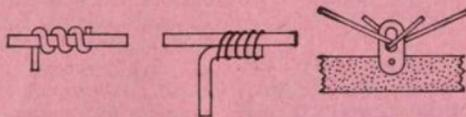

FIG. 1
d) dans le cas de la jonction de conducteurs à l'aide d'une cosse-relais ou sur une cosse de support de lampe, lorsqu'on boucle les fils dans l'œil de la cosse et qu'on aplatit fortement à la pince ces boucles sur la cosse (fig. 1).